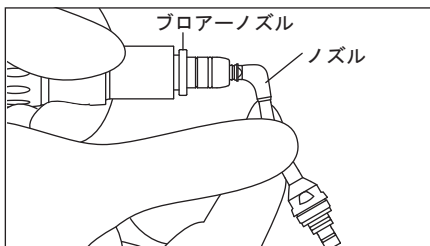

図 16
- 5) ノズルの先端にプロアーノズルを接続し (図 16) エアのみで空運転します。これによりノズル内に残留したパウダーが排出されます。